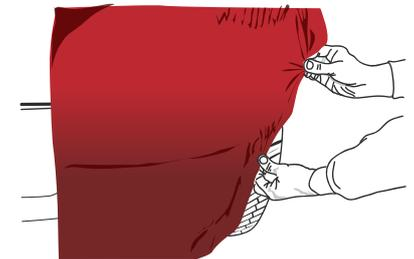

Figure 26
- › Tendre le vinyle sur la partie plane. (FIG. 26)